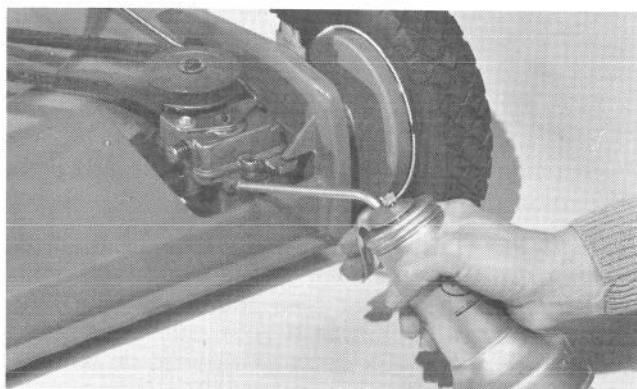

Figure 33
4. Ajoutez de l'huile à engrenages au boîtier d'engrenages par l'orifice de vérification de niveau d'huile jusqu'à ce qu'elle déborde alors que le boîtier d'engrenages est de niveau (Fig. 33).